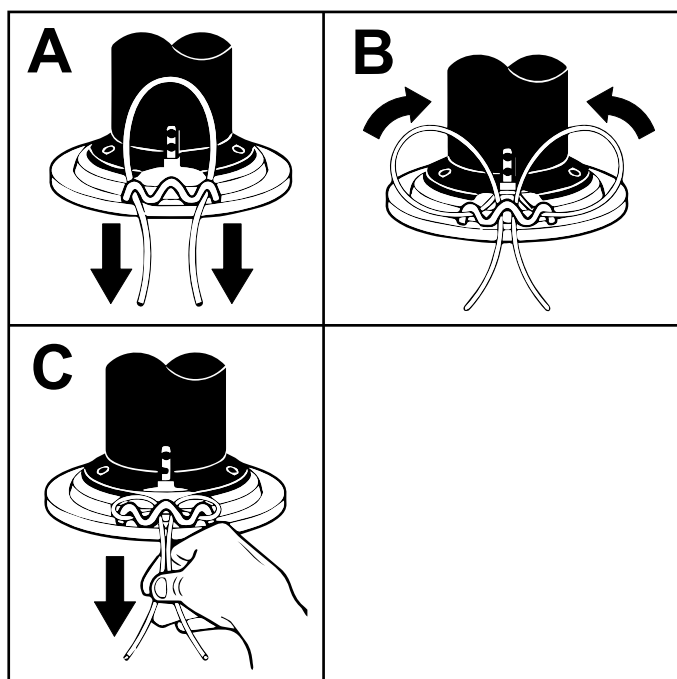

Figura 25
- Pase los extremos del hilo de corte nuevo por los huecos exteriores (Figura 25).